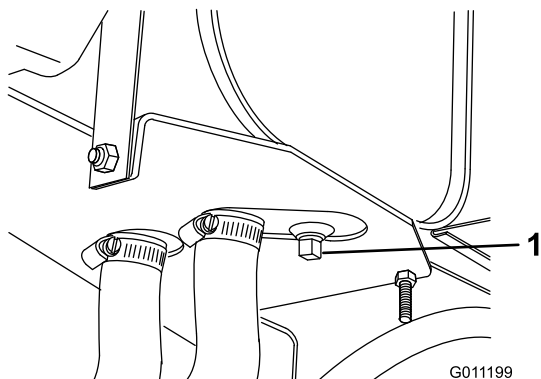

Bild 50
1. Entfernen Sie die Ablassschraube (Bild 50) und lassen das Hydrauliköl in ein Auffanggefäß ab. Schrauben Sie die Ablassschraube wieder fest ein, wenn keine Flüssigkeit mehr ausströmt.